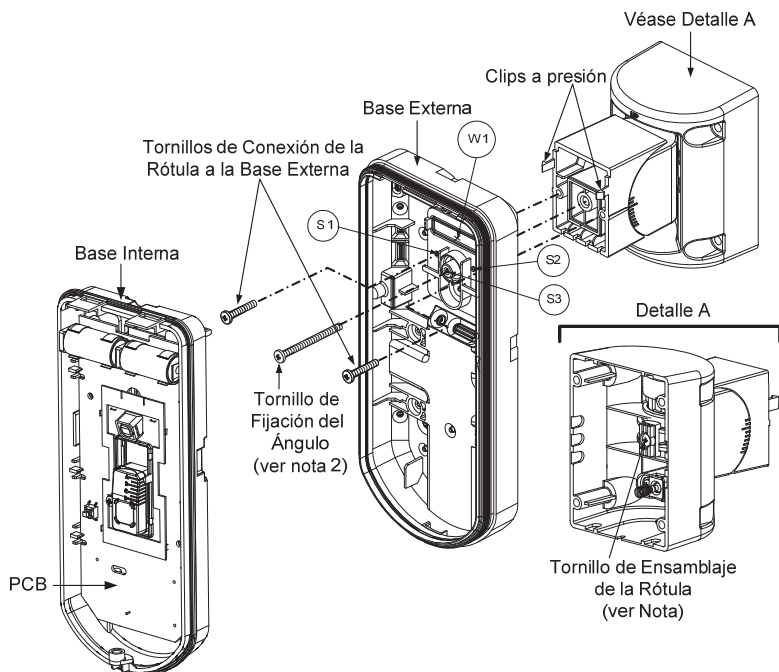

Figura 9
3. Unir la base externa a la rótula usando los clips a presión de sujeción (Figura 9).
No aflojar ni apretar el Tornillo de Ensamblaje de la Rótula (Figura 9, Detalle A) ya que se utiliza únicamente para unir las piezas de la rótula (viene atornillado de fábrica).
4. Fijar la base externa a la rótula con 2 tornillos sujetos a través de los agujeros pre-marcados S1 y S2 (Figura 9).
5. Insertar el tornillo suministrado para la fijación del ángulo, haciéndolo pasar a través del agujero pre-marcado S3 en la base externa hasta unirlo con la rótula estándar (Figura 9).
Cuando las marcas de las dos partes móviles de la rótula están alineadas (Figura 9), la Rótula Estándar está en la posición 0°. Cada "clic" vertical desde esta posición representa un incremento o decremento de 5°.